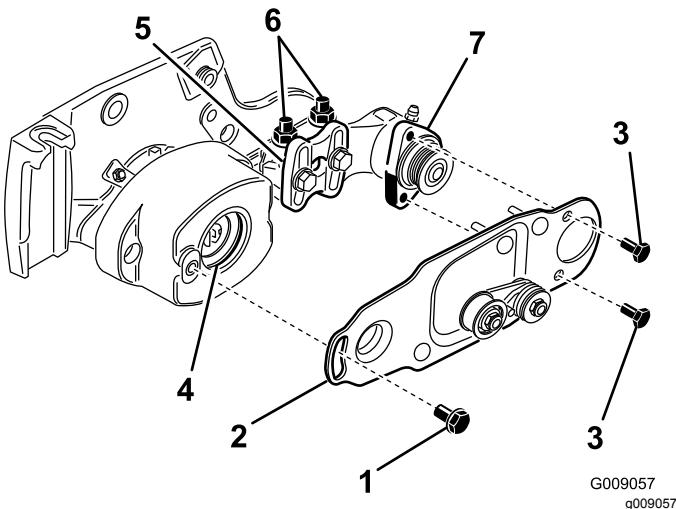

Bild 11
10. Schmieren Sie die Scheibe innen im Lagergehäuse mit Schmiermittel ein (Bild 11).
11. Lösen Sie die Schrauben (nehmen Sie diese jedoch nicht ab), mit denen das Lagergehäuse der Rollenbürste an den Befestigungshalterungen der Rollenbürste montiert ist (Bild 11).
12. Bauen Sie die Schwenkplatte der Rollenbürste ein (Bild 11).
13. Schmieren Sie die zwei Schrauben (5/16" x 5/8") mit 243-Loctite (blau) ein und montieren Sie die Bürstenplatte am Lagergehäuse der Rollenbürste mit diesen Schrauben (Bild 11).
- Lösen Sie die 2 Bundsicherungsmuttern, mit denen die Befestigungshalterung der Rollenbürste an der Seitenplatte des Mähwerks befestigt ist (Bild 11).
- Drehen Sie das Lagergehäuse der Rollenbürste so lange, bis die Bürstenplatte mit der Seitenplatte der Schneideeinheit parallel ist (Bild 11).
- Ziehen Sie die zwei Sicherungsbundmuttern fest, mit denen die Befestigungshalterung der Rollenbürste an der Seitenplatte der Schneideeinheit befestigt ist (Bild 11).
- Schmieren Sie die Ansatzschraube mit 243-Locite (blau) ein (Bild 11). Befestigen Sie die Bürstenplatte mit der Ansatzschraube am Rollenbürstengehäuse (Bild 11).